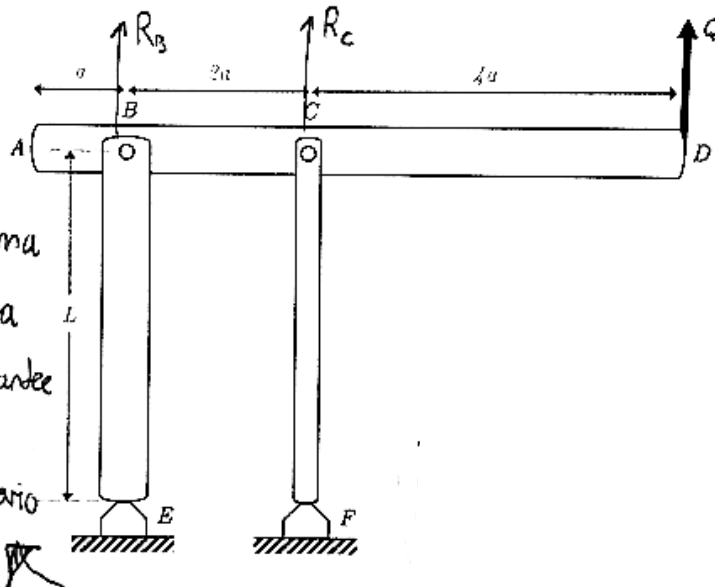

Figura 3
**Problema 1 (1.5 puntos).** La viga ABCD está apoyada-articulada sobre dos columnas de igual longitud, tal cual se indica en la figura 3. En el extremo derecho se le aplica una carga puntual Q. Determine:
**PROBLEMA 3 (4 puntos).** Un elemento en tensión plana está sometido a las tensiones  $\sigma_x$ ,  $\sigma_y$ , y  $\tau_{xy}$ , según se indica en la figura 3. Realice lo siguiente: